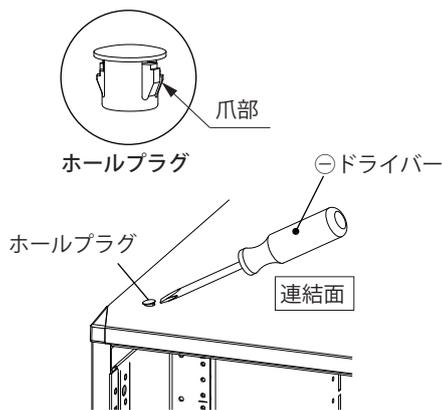

図 6
3. ラック内側から連結面のホールプラグ（4 か所）を指で押しながら、ラック外側のホールプラグの爪部（2 か所）を⊖ドライバーで押し取り外してください。（図 6）